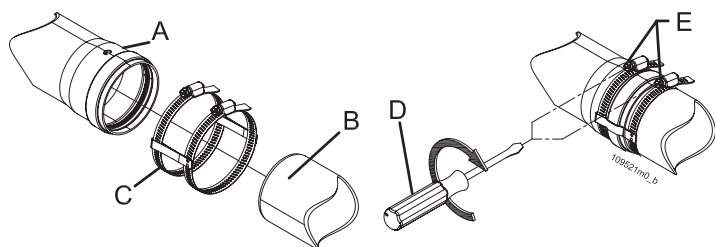

Figure 5-30 - Fixation des conduits d'évacuation et d'aspiration
**ATTENTION !!!** Fixer mécaniquement les encastres entre les différents éléments qui composent le conduit d'évacuation, à l'aide de systèmes de fixation ou équivalents. Voir la figure 5-30